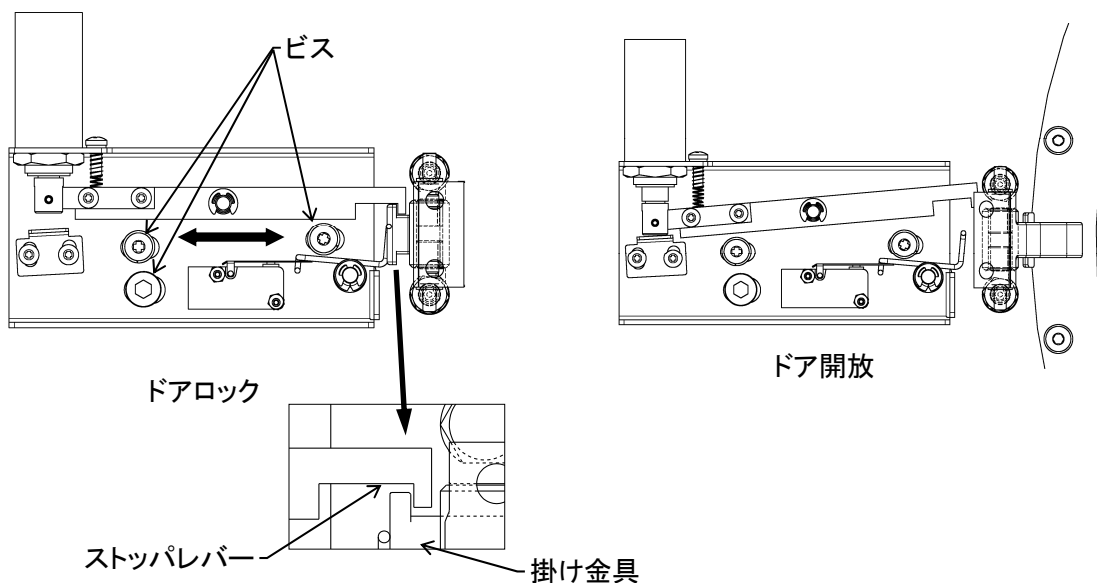

図8-11
- ・ ドアロック及びドア開放時、図の様(図8-11)に各部がなっています。
- ・ ドアロック時、ストップレバーと掛け金具が図の様(図8-11)にかみ合う位置に来る様にビスを緩めドアロック部を左右にずらし調整します。